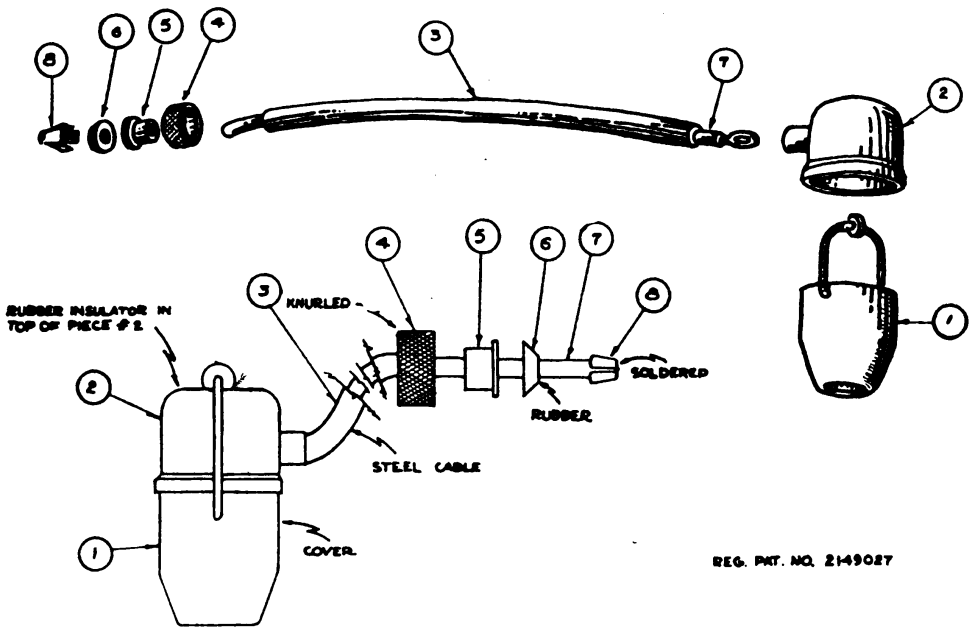

FIGURE 24—SPARK PLUG SHIELDING
k. Ignition Shielding (Figure 24).